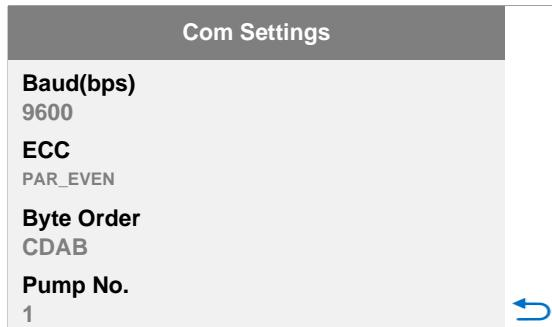

Abbildung 29: Kommunikationseinstellungen
- **Communication Setting (Kommunikationseinstellung) –** Diese Einstellungen legen die Parameter der RS485-Kommunikation fest, wie in Abbildung 29 dargestellt